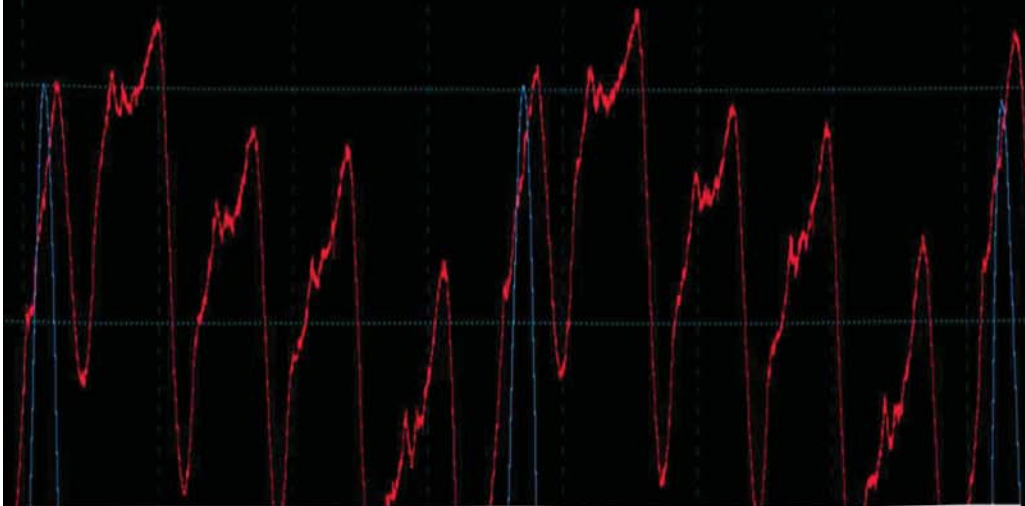

Figura 1
- Verifique una lectura de RPM en el flujo de datos durante el arranque. Recuerde que la velocidad de muestreo de datos del escáner puede ser lenta, por lo que puede ser necesario un período más largo de arranque para ver una señal de RPM. Para acelerar este proceso, limite los PID de datos en el escáner utilizando una lista de datos personalizada. \(Figura 1\)
- Ejemplo: los sistemas Chrysler, los PID del árbol de levas y del cigüeñal deben decir que sí todo el tiempo que el motor está arrancando o en funcionamiento \(Figura 1\)